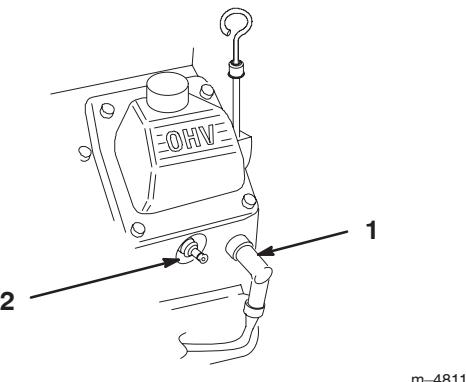

Bild 48
2. Ziehen Sie den Kerzenstecker von der Zündkerze (Bild 48). Reinigen Sie jetzt den Bereich um die Zündkerze(n), um zu verhindern, dass Schmutz in den Motor fallen und Schäden verursachen kann.
- Drücken Sie den/die Kerzenstecker auf die Zündkerze(n) (Bild 48).